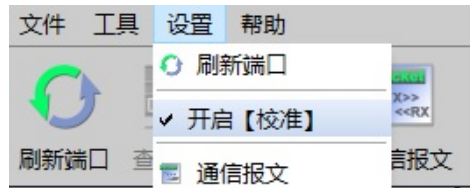

图 10
- 1、 点击菜单“设置”，点击“开启校准”，如图 10 所示；